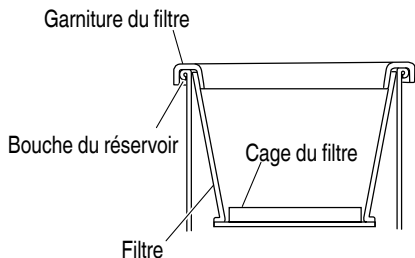

Fig. 15
- (3) Assurez-vous que la garniture du filtre soit placée sur la bouche du réservoir. (Fig. 15)
- (4) Assurez-vous que la cage du filtre soit sur le bas du filtre. (Fig. 15)